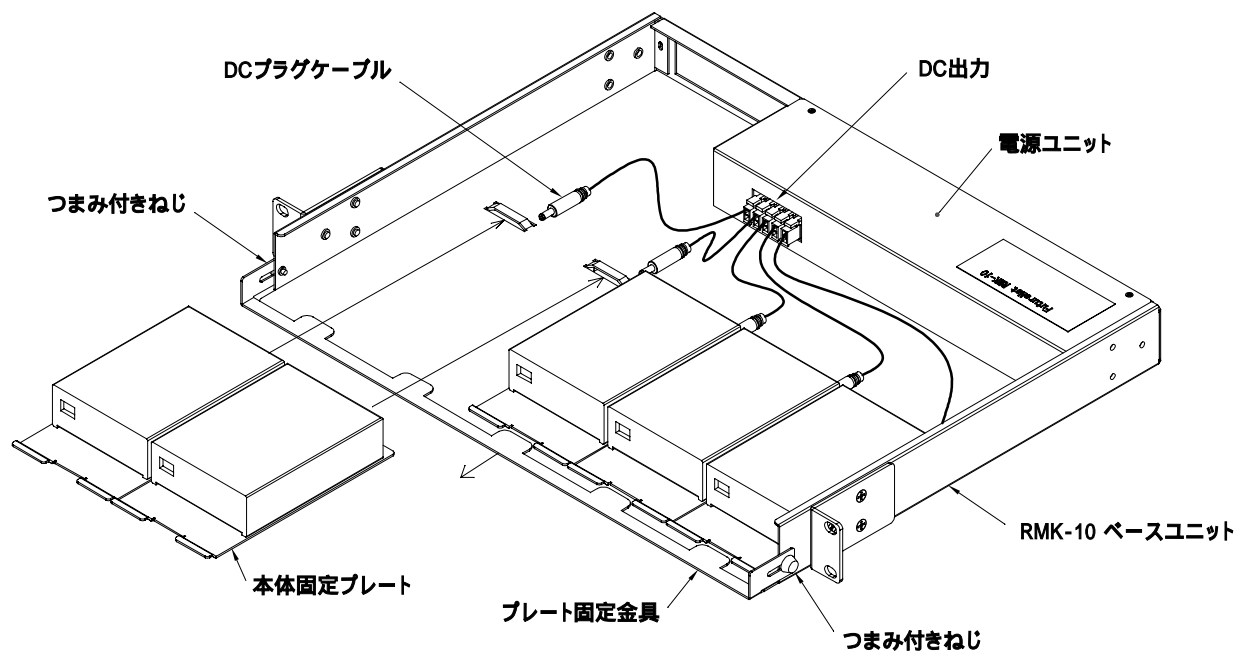

図 1
(1) 図1のように、つまみ付きねじを緩め、プレート固定金具を手前に引き本体固定プレートを取り外します。